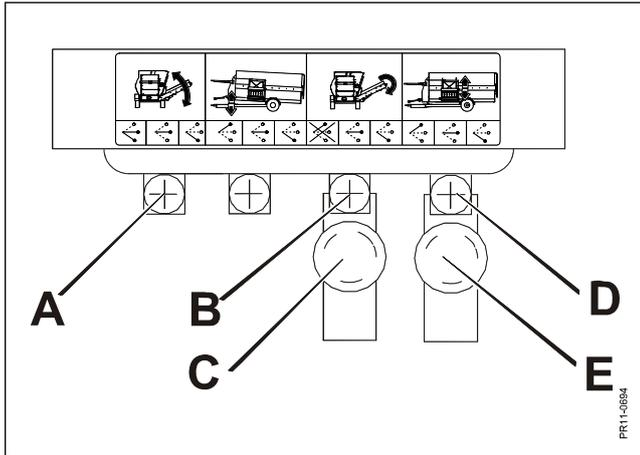

Fig. 5.12
Fig. 5.12 Déployer l'élévateur par la poignée (A). Il n'est pas nécessaire de déployer l'élévateur complètement afin de pouvoir décharger. Cependant, la capacité de l'élévateur sera réduite quand l'élévateur est très incliné et il est donc recommandé de le déployer autant que possible.